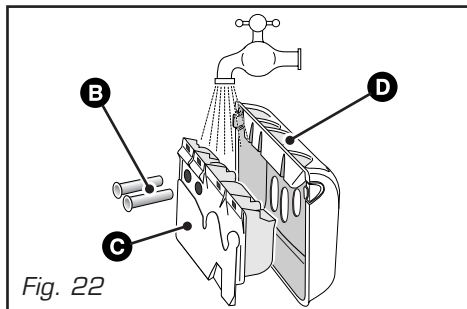

Fig. 22
- retirez les siphons **B** situés à l'arrière de la boîte **C** et séparez cette dernière de son enjoliveur avant **D** (Fig. 22)